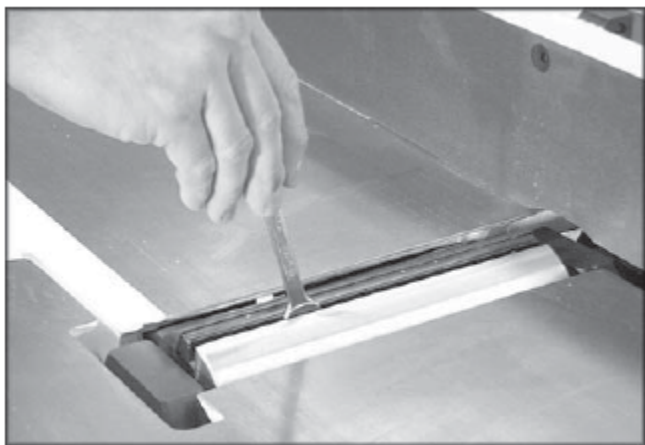
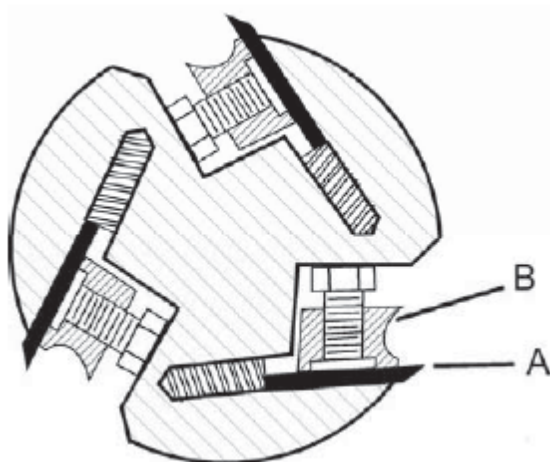

Рис. 21
Рис. 22
3. Ослабить фиксирующие винты (рис. 21). Примечание: ослаблять винты, вращая их по часовой стрелке, глядя от подающего стола. Осторожно вынуть нож (рис. 22, А) и винты прижимной планки (рис. 22, В). Повторить операцию для остальных двух ножей.